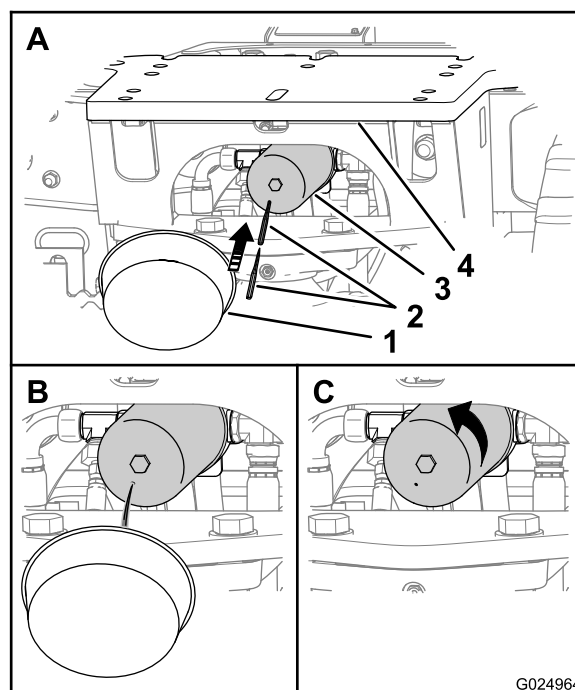

Figura 112
Nota: É possível acessar o filtro de retorno hidráulico por baixo da placa traseira de implemento da máquina (Figura 112).
1. Posicione um recipiente sob o filtro de retorno hidráulico (Figura 112).
2. Perfure o fundo do filtro de retorno hidráulico, escoando o fluido hidráulico residual para o recipiente (Figura 112).
3. Gire o filtro de retorno hidráulico no sentido anti-horário, removendo-o (Figura 112).